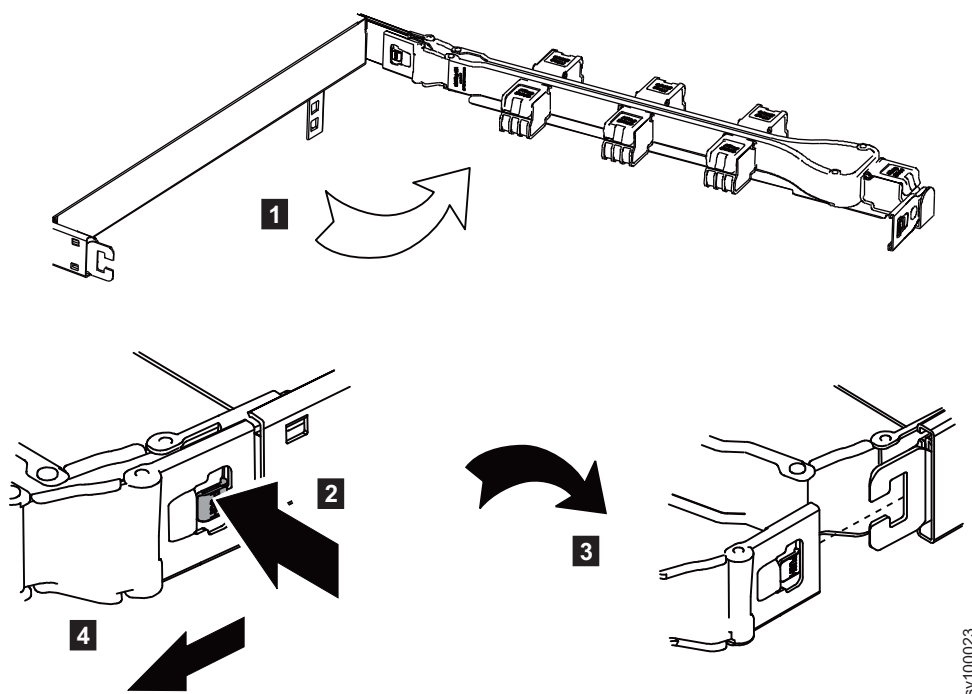

Figura 7. Removendo o membro externo do suporte para organização de cabos
4. Solte o membro externo, conforme mostrado em Figura 7.